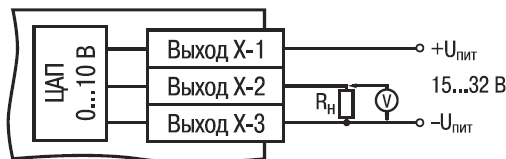

Рисунок 8.6
8.3.2.2 ЦАП 0...10 В (маркировка У). Схему подключения см. рисунок 8.6.